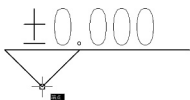

图 3.102 确定“标高”块的基点
(2) 捕捉如图 3.102 所示的点作为“标高”图块的基点。